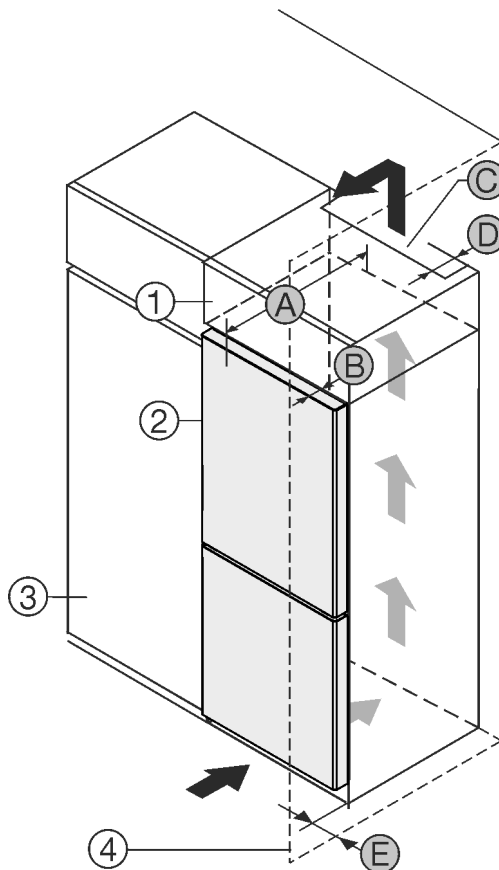

Fig. 1
A készülék közvetlenül a konyhaszekrény *Fig. 1 (3)* mellé állítható.*
A rátétszekrény hátoldalán egy megadott mélységű *Fig. 1 (D)* szellőzőaknázt kell kialakítani a rátétszekrény teljes szélességében.*
A mennyezett alatt be kell tartani a szellőző keresztmetszetet *Fig. 1 (C)*.*
Ha a készüléket a zsanérjaival a fal *Fig. 1 (4)* mellé állítja fel, legalább 13 mm távolságot kell tartani a faltól.*
Ha a készüléket a zsanérjaival a fal *Fig. 1 (4)* mellé állítja fel, legalább 20 mm távolságot kell tartani a faltól.*
Ahhoz, hogy az ajtót teljesen ki tudja nyitni, a készüléknek a konyhaszekrény elülső oldalához képest legalább az ajtó mélységének *Fig. 1 (B)* megfelelően ki kell állnia. A konyhaszekrények *Fig. 1 (3)* mélységétől és a fali távtartók használatától függően a készülék nagyobb mértékben is túllóghat előre felé.*